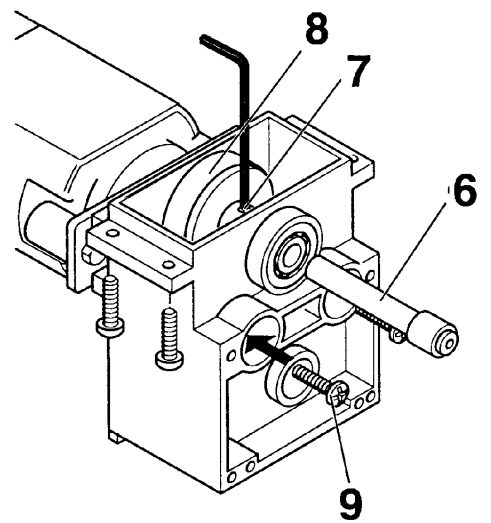

Fig. 7b
5. Gewindestift **7** (Fig. 7b) mit 2 mm Innensechskantschlüssel lösen und Welle **6** herausziehen.